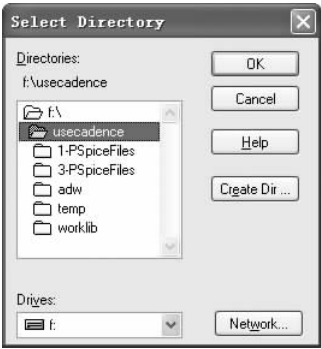

图 3-4 “Select Directory（选择目录）”对话框
(2) 在“Home（首页）”选项卡中，在“Destination Directory（最终目录）”文本框下单击按钮，弹出如图 3-4 所示的“Select Directory（选择目录）”对话框，选择路径，单击按钮，返回“Save Project As（将工程另存为）”对话框。在“Project Name（工程名称）”文本框中输入工程名称。